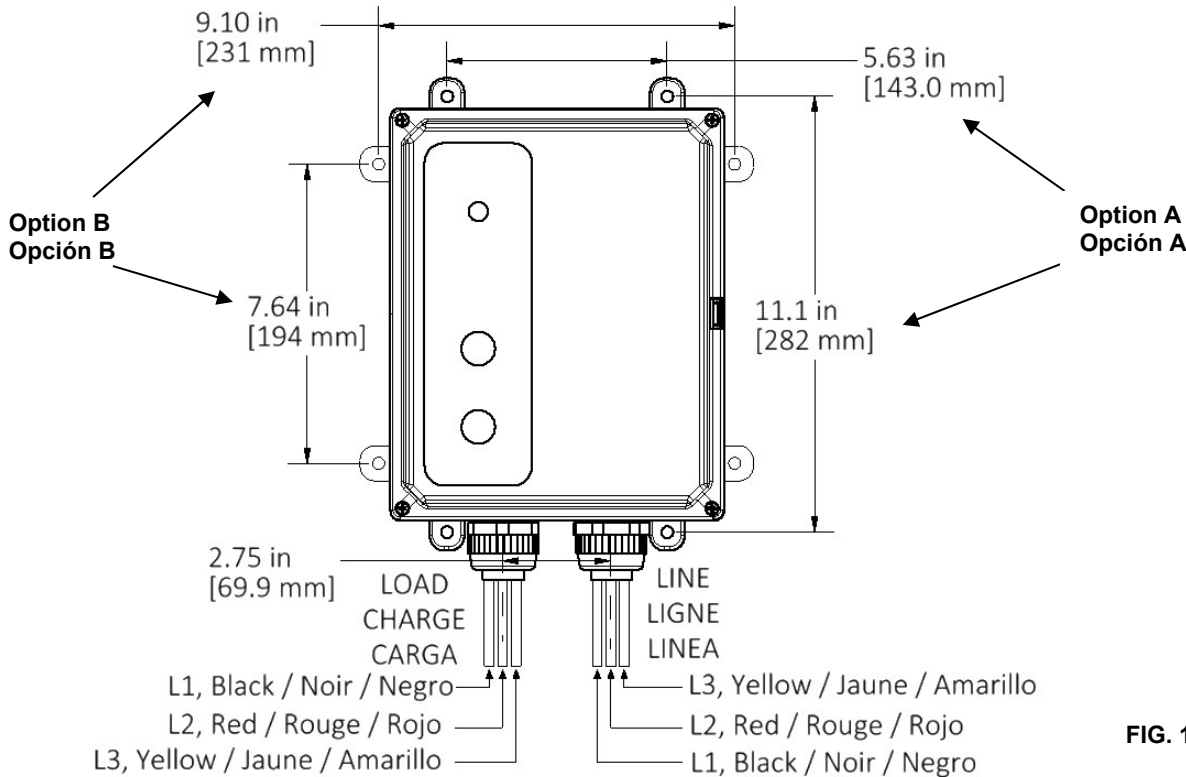

FIG. 1
6. determine GFCI location and drill mounting holes (option A or B), see FIG. 1.
3. Identifier les composants et les fils (consulter les Fig. 1).
6. déterminer l'emplacement de l'IDALT et percer les trous de montage (option A ou B), consulter la FIG. 1.
3. Identificar las características y los cables (ver Fig.1).
6. determine la ubicación del GFCI y taladre los orificios de montaje (opción A o B), consulte la FIG. 1.